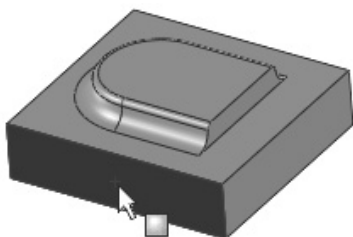
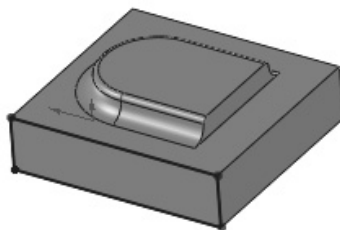

图 10-176 选择基准面
图 10-177 生成草图
⑦ 绘制草图。在实体上选择图 10-176 所示的面作为绘图的基准面，单击“草图”控制面板中的（草图绘制）按钮，然后单击“草图”控制面板中的（转换实体引用）按钮，将选择的矩形表面转换成矩形图素，如图 10-177 所示。